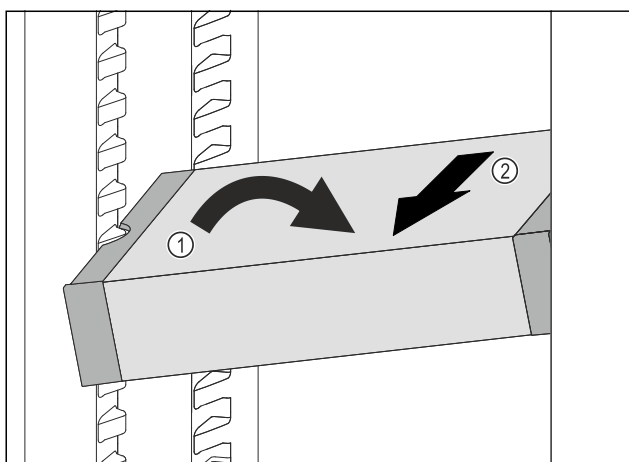

Fig. 206
- ▶ Встановити VarioSafe під кутом в охолоджувальному відділенні. Fig. 206 (1)
- ▶ Витягнути VarioSafe вперед. Fig. 206 (2)